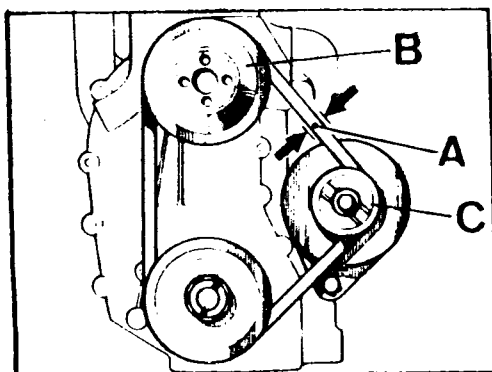

Fig. A3-18 Ajuste de la correa de accionamiento del alternador
2.1. Se procederá en orden inverso al desmontaje, ajustando el juego libre de la correa, A (Fig. A3-18) de 10 a 12 mm. en el centro del tramo comprendido entre la polea, B, del ventilador y la polea, C, del alternador.
- 2.3. Montar la correa de accionamiento de la bomba de agua dejándole un juego libre de 10 á 12 mm (Fig. A3-18).